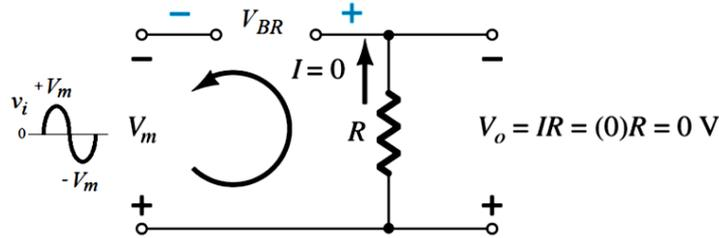

Figura 1.108.
►► **Exemplo 19** – Seja o circuito da Figura 1.108, onde a tensão de entrada é uma senóide em 60 Hz, dada por $v_i = 180 \text{ sen } \omega t$.